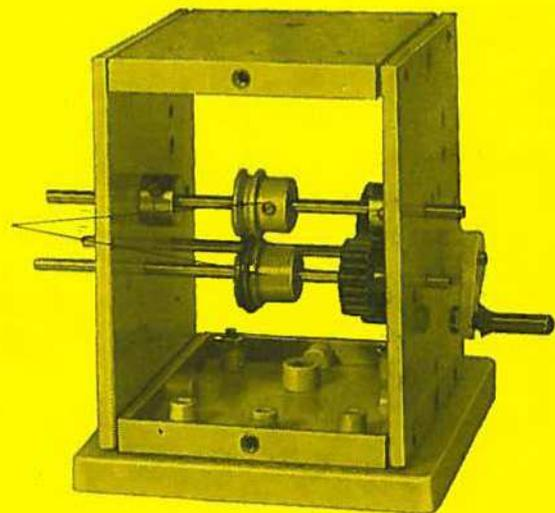

Bild 15
4.1. Montiere nach Bild 15 das Maschinengestell!